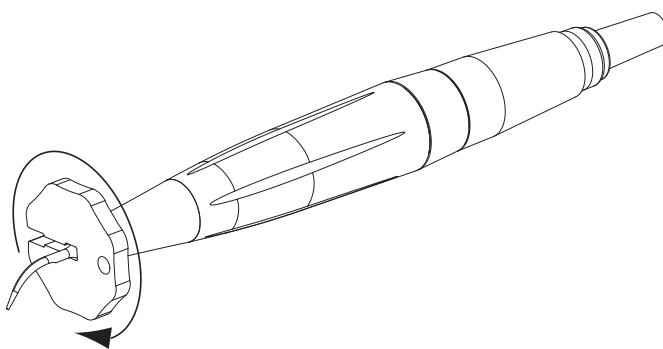

Rys. 4 Połączenie rękojeści
5. Wetknąć rękojeść do kabla. Należy przy tym zwrócić uwagę, aby styki były nakierowane na siebie (**rys. 4** na dole).